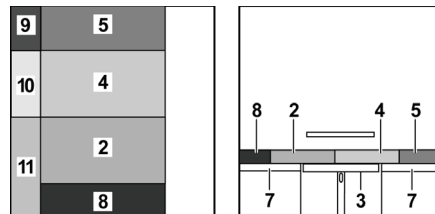

Bild 144 Nach dem Umbau
- Die Sitzpolster (Bild 144,2 und 4) nach vorn und zur Mitte ziehen.
- Das Rückenpolster (Bild 144,5) zwischen das Sitzpolster und die Wand legen.
- Das Zusatzpolster (Bild 144,8) zwischen das Sitzpolster und die Wand legen.
- Die Zusatzpolster (Bild 144,9, 10 und 11) zwischen die Polster auf dem Tisch und der Sitzplatte und die Wand legen.